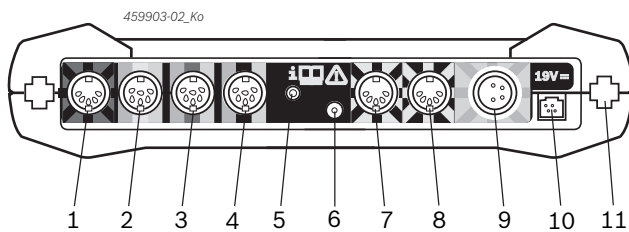

Abb. 2: Anschlussleiste FSA 500 (von unten)
ⓘ Anschluss siehe Fig. 2, Pos. 6.
5. Sensoren an den vorgesehenen Steckplätzen der Messeinheit anschließen (siehe Fig. 2).